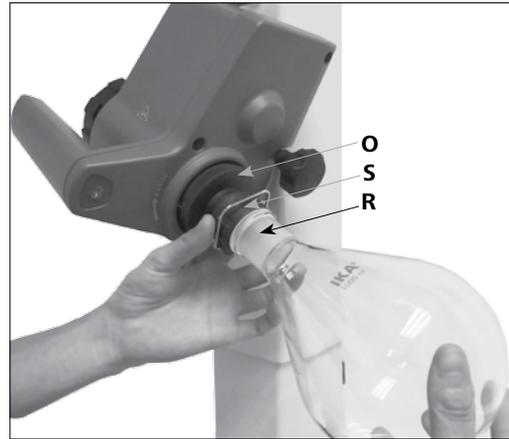

Fig. 15a
- Setzen Sie den Verdampferkolben auf das Dampfdurchführungsrohr (**R**). (Fig. 15a)